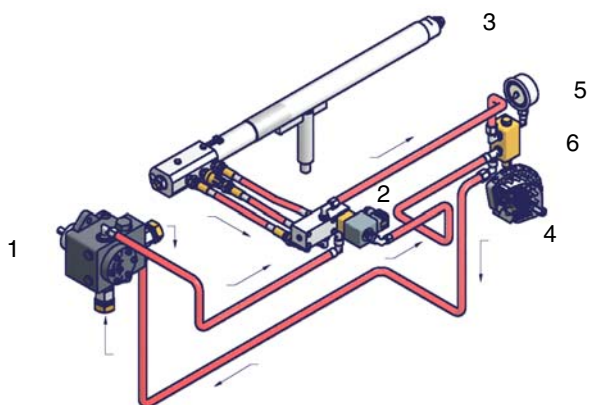

Рис. 28 - Предварительная продувка
- 13 Смещать кулачок "малое пламя на жидком топливе" в сторону минимальной мощности, с тем, чтобы сервопривод начал закрываться, до тех пор, пока два подшипничка не совместятся с регулировочным винтом, относящимся к самой низкой точке: закручивать винт **V2** для увеличения расхода, откручивать - для уменьшения, с целью получения значения давления, как на графике на Рис.28, на основании требуемого расхода.